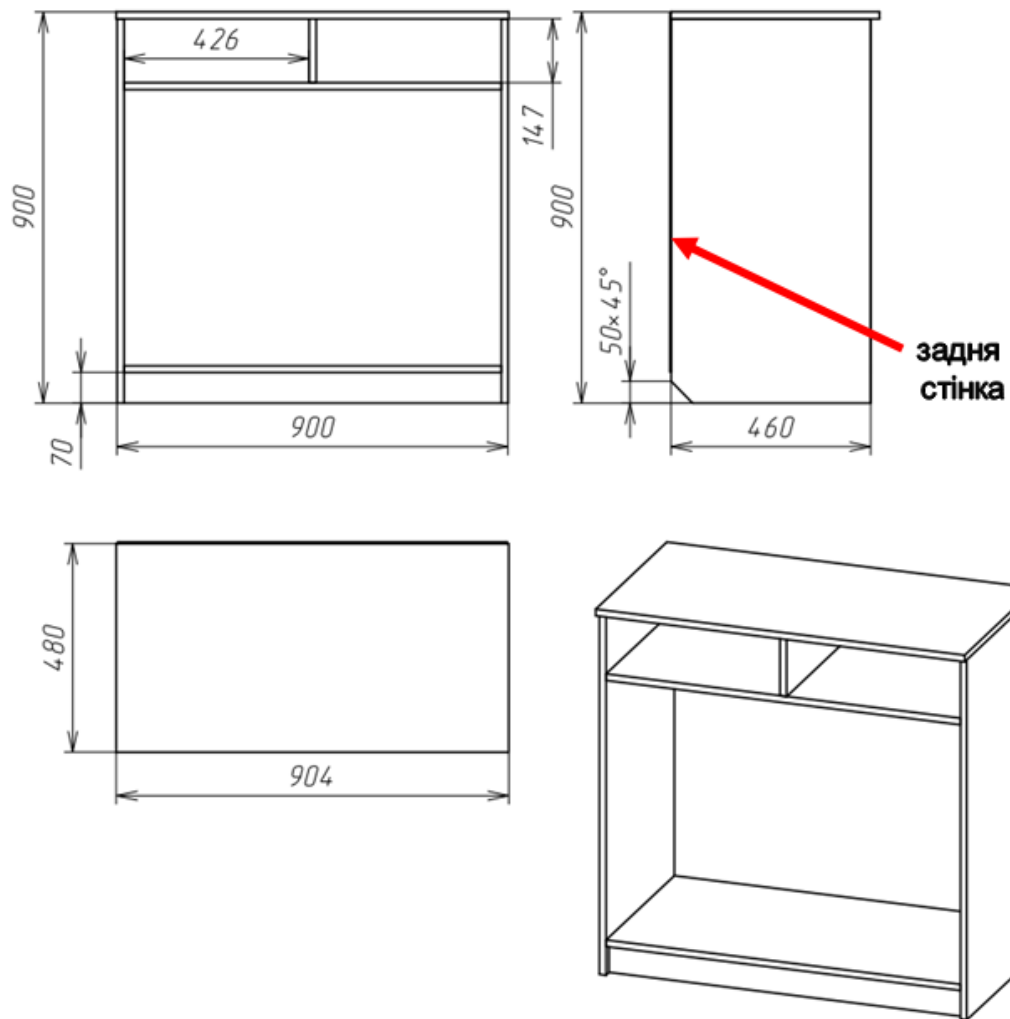

Рис. 3.4. Тумба без шухляд
3. Використовуючи знання та вміння з попередніх робіт створити модель тумби за кресленням (рис. 3.4).